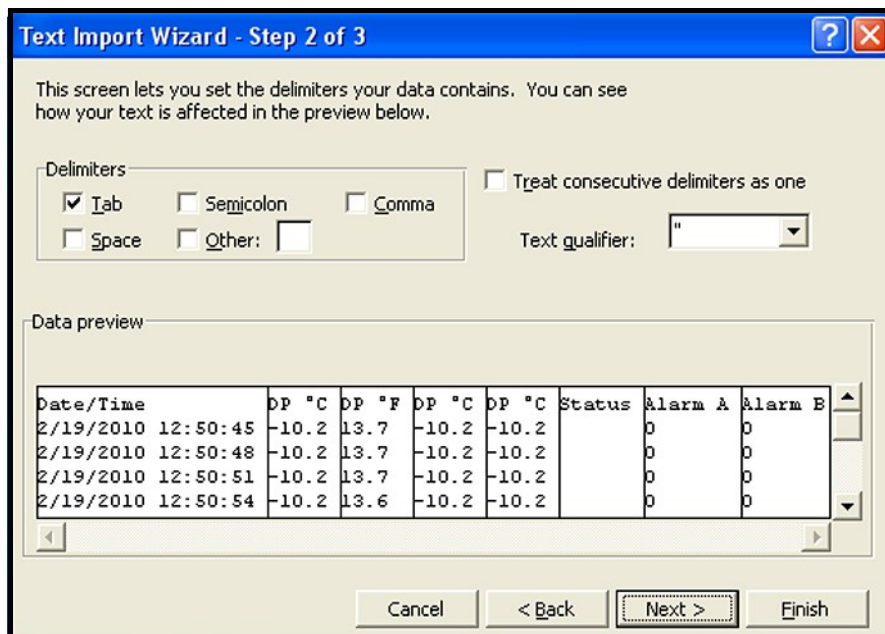

Figura 60: Asistente para importación de Microsoft Excel - Paso 2
2. Siga las instrucciones en pantalla, haga los cambios necesarios y haga clic en **Siguiente**. Se abre una ventana similar a la que aparece en la *Figura 60* a continuación.